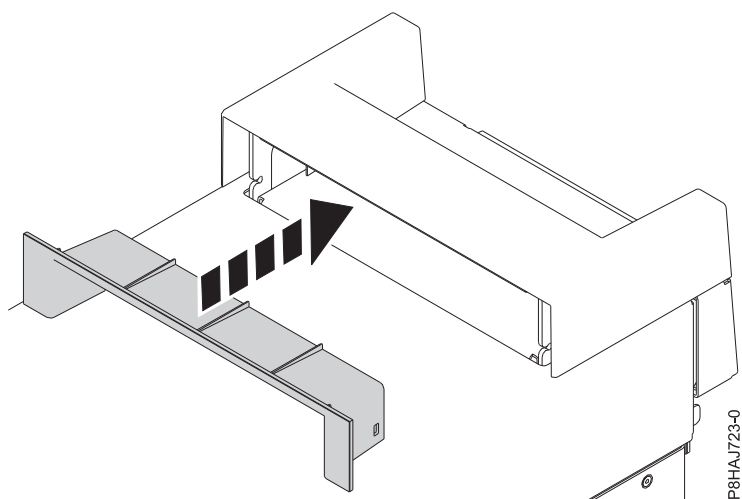

図 17. 8286-41A スタンドアロン・システムのハンドル・カバー内の断片の差し込み
2. ハンドル・カバーの断片をしっかりとハンドル・カバーに押し込んで、断片をハンドル・カバー内に差し込みます (40 ページの図 17 を参照)。